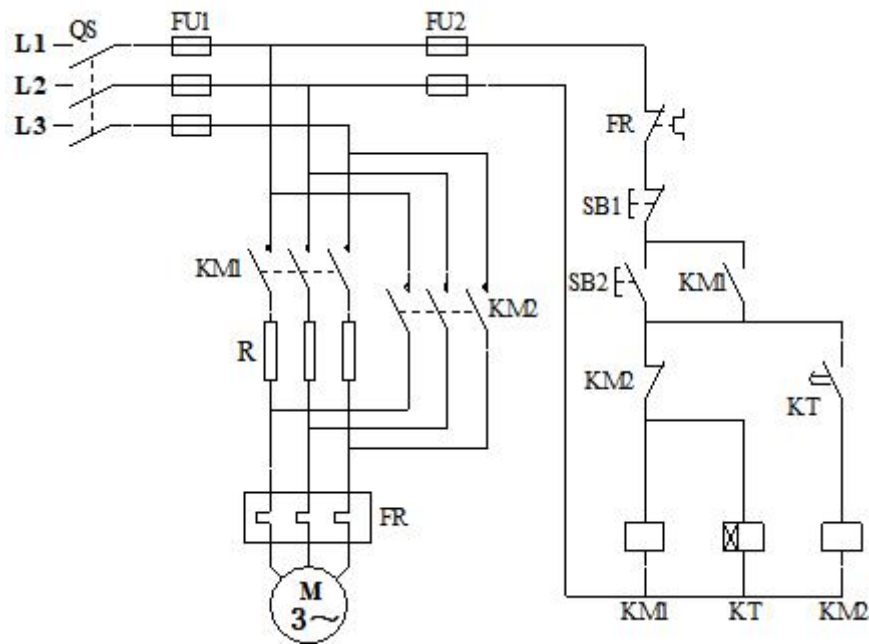

图3-2-3 电动机定子绕组串电阻降压自动启动控制线路
某企业现采用继电器接触控制系统实现对一台大功率电机的电动机定子绕组串电阻降压自动启动控制线路,串电阻降压自动启动控制线路如图3-2-3所示。请分析该控制线路图的控制功能,并用可编程控制器对其控制线路进行改造。
1. 根据图3-2-3所示原理图,分析该线路的控制功能;